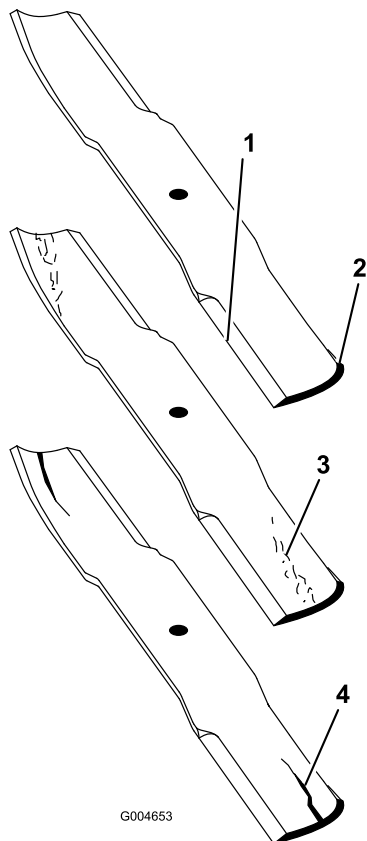

Figura 84
2. Examine cuidadosamente as extremidades da lâmina, prestando especial atenção à zona onde se encontram as partes curvas e planas da lâmina (Figura 84). Deverá verificar o estado da lâmina antes da operação de corte, já que a areia e outro material abrasivo poderá desgastar o metal que liga a parte curva e plana da lâmina. Se verificar que esta zona se encontra desgastada (Figura 84), substitua a lâmina.
Se a lâmina continuar a sofrer este tipo de desgaste irá formar-se uma ranhura entre a parte curva e a parte plana da lâmina (Figura 84). Eventualmente, pode soltar-se algum pedaço da lâmina e projectar-se, ferindo-o a si ou a qualquer pessoa próxima.